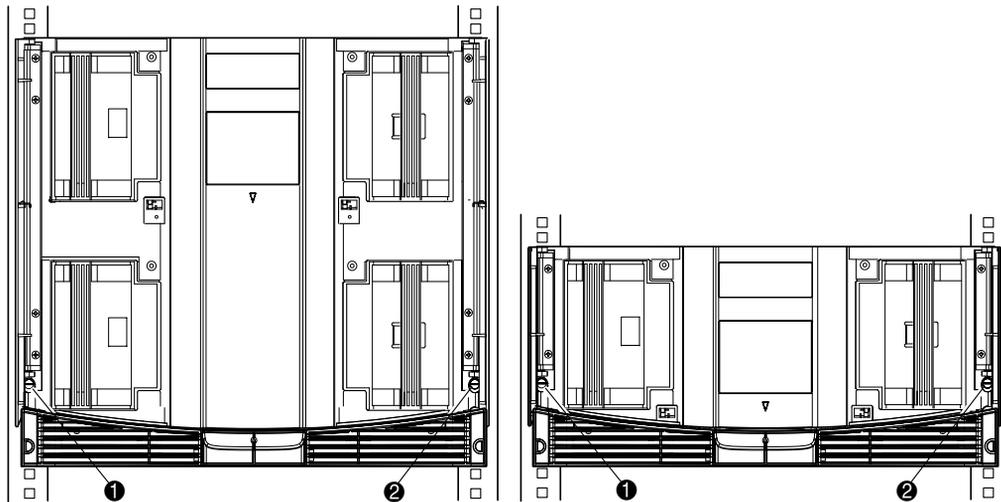

図2-5: ライブラリの固定
10. ドアを開けたままの状態、2本の固定ネジを使用してフロント パネルをラックに固定します (図2-5を参照)。その後、ドアを閉じます。